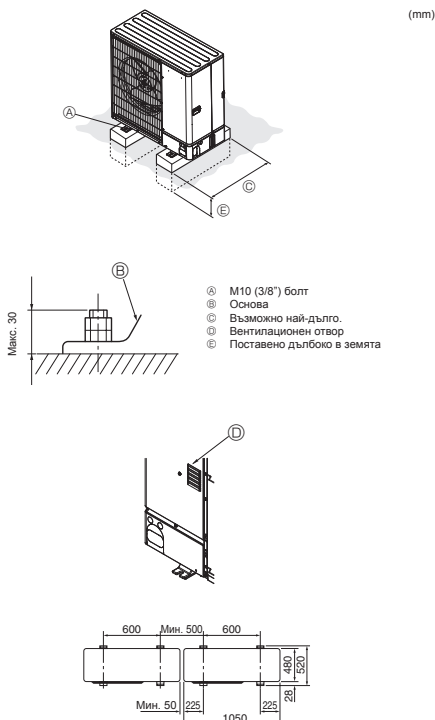

Fig. 3-1
- Непременно монтирайте тялото на здрава, равна повърхност, за да предотвратите тракционни звуци по време на работа. (Fig. 3-1)